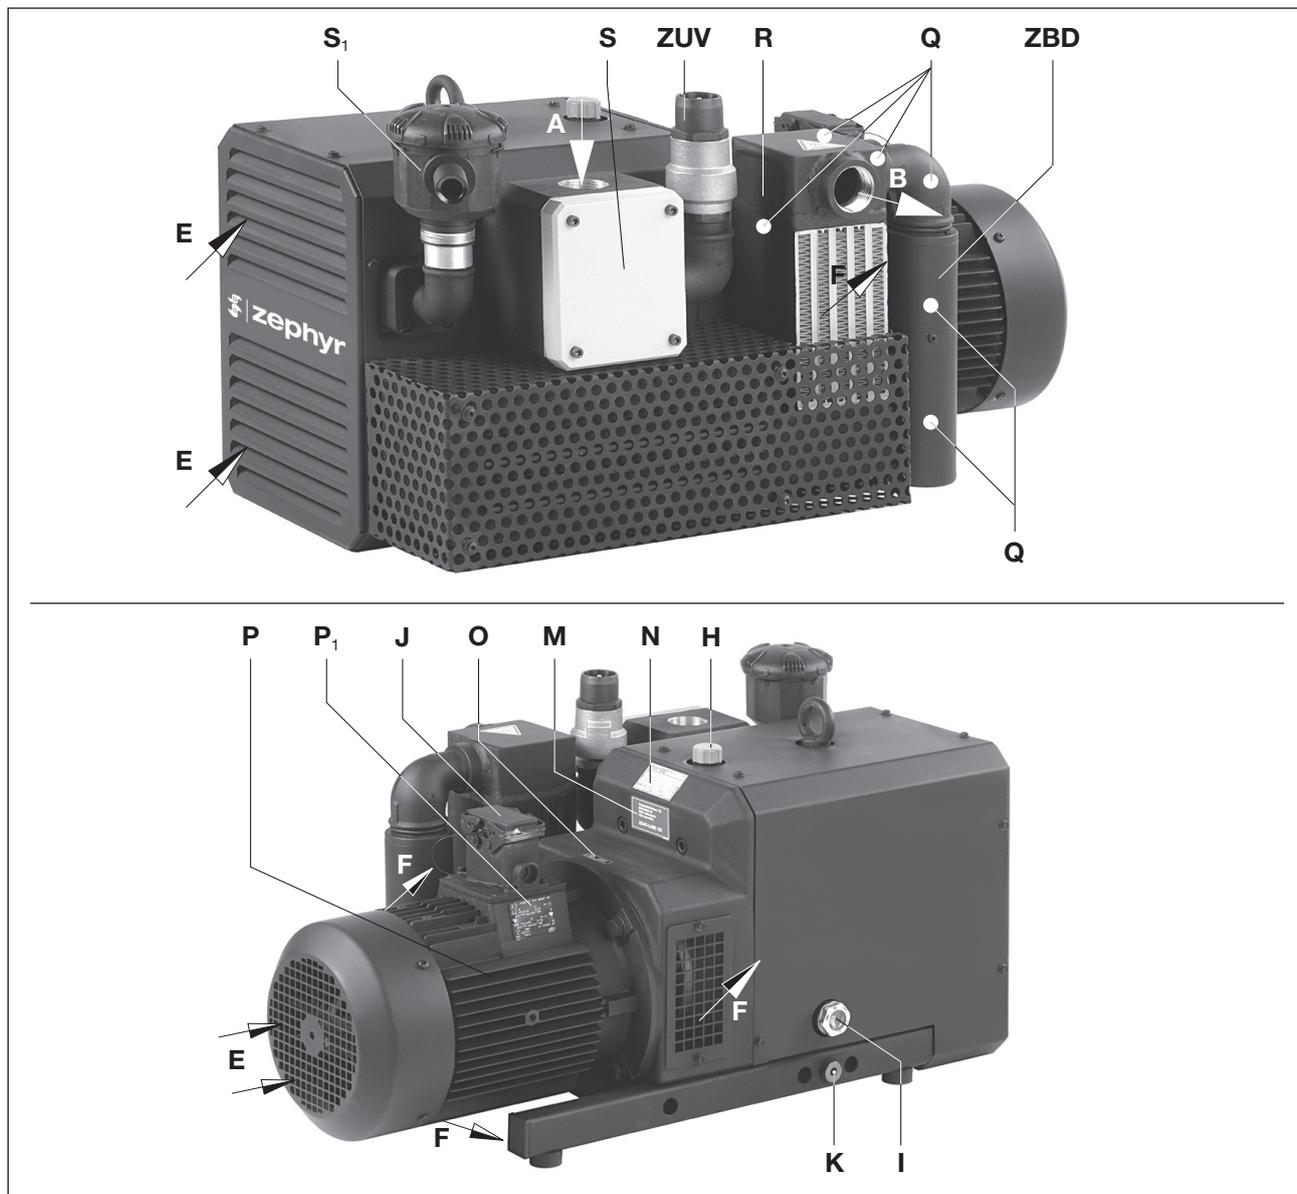

Fig. 2 Pompa combinata vuoto-pressione C-KLR 80
ZEPHYR C-KLR è incapsulata in una calotta di isolamento. Per eliminare il calore della compressione, l'aria di raffreddamento viene aspirata con l'ausilio di un ventilatore che aspira l'aria fresca (Fig. 2/E) e che soffia via l'aria calda dall'uscita dell'aria di raffreddamento (Fig. 2/F), fra il compressore e la calotta. Il postradiatore dell'aria compressa (Fig. 2/R) consente di ottenere una temperatura di soffiaggio bassa.
Come protezione da sovraccarico sono previste valvole limitatrici di serie (Fig. 2/ZUV) e (Fig. 2/ZBD).
La portata volumetrica nominale è di 80 und 120 m³/h a 50 Hz. I limiti di carico (bar) sul lato pressione e aspirazione sono indicati sulla targhetta dati (Fig. 2/N). Il foglio dati D 883 indica la dipendenza della portata volumetrica dalle sovrappressioni.
Riempimento olio (Fig. 2/H), finestrelle ispezione olio (Fig. 2/I) e scarichi olio (Fig. 2/K) devono essere facilmente accessibili.
Gli ingressi dell'aria di raffreddamento (Fig. 2/E) e le uscite dell'aria di raffreddamento (Fig. 2/F) devono avere una distanza di almeno 20 cm dai muri circostanti. L'aria di raffreddamento fuoriuscita non deve essere riaspirata.
Per i lavori di manutenzione, prevedere almeno 40 cm di distanza dai filtri di aspirazione (Fig. 2/S, 2/S₁).
- a) Collegamento vuoto (Fig. 2/A) e collegamento pressione (Fig. 2/B).
- b) Collegare il motore attraverso il connettore a spina (Fig. 2/J) ossia l'interruttore magnetotermico (per la protezione dell'interruttore magnetotermico e dello scarico di trazione del cavo di collegamento è necessario prevedere un pressacavo). Consigliamo di usare interruttori magnetotermici con disattivazione ritardata, dipendente da un ev. sovraccarico. Sovraccarichi di breve durata possono verificarsi se si avvia la macchina a freddo.
Durante il funzionamento, le superfici dei componenti (Fig. 2/Q) possono superari i 70°C.